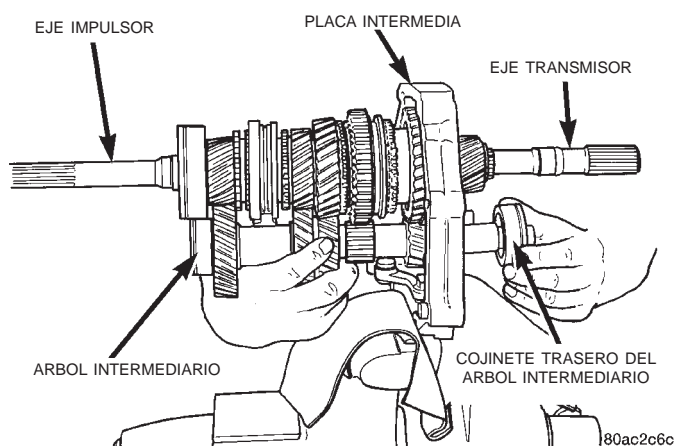

Fig. 62 Desmontaje del árbol intermediario y cojinete trasero del árbol intermediario
(16) Con la ayuda de un asistente, sostenga el eje principal y el árbol intermediario. Golpee suavemente sobre la parte posterior del eje principal y el árbol intermediario con una maceta de plástico adecuada. De esta forma se soltará el árbol intermediario del cojinete trasero del mismo y el cojinete trasero del eje principal de la placa intermedia. El árbol intermediario se soltará del cojinete del árbol intermediario en primer lugar y podrá retirarse moviendo el árbol intermediario hacia atrás y hacia abajo (Fig. 62).